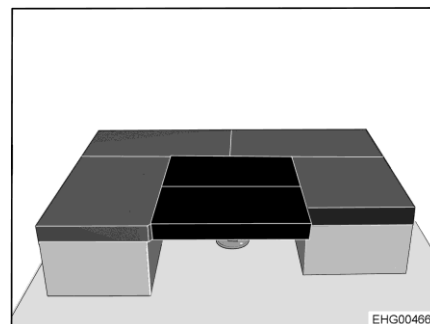

Fig. 175 Dopo la trasformazione
- Posizionare 2 cuscini aggiuntivi trasversalmente sul tavolo (vedi Fig. 175).